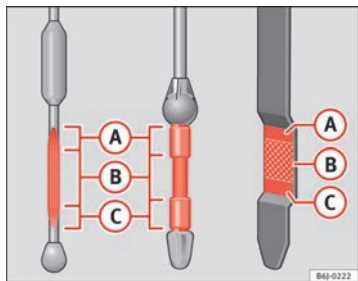

Abb. 144 Ölmesstab
- Ziehen Sie den Messstab anschließend wieder heraus und lesen Sie den Ölstand ab ⇒ Abb. 144. Füllen Sie gegebenenfalls Motoröl nach.